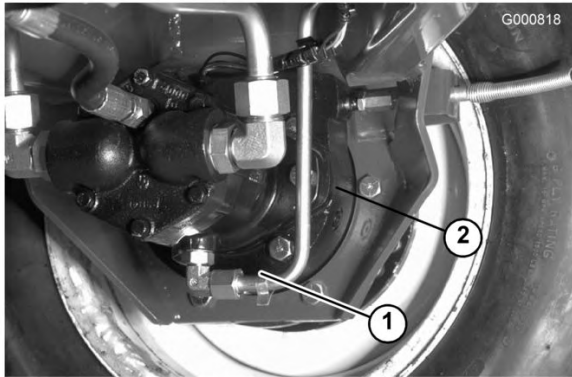

Figura 67
3. Retire ambos tapones de la parte inferior del alojamiento del freno y deje que se drene el aceite (Figura 67).